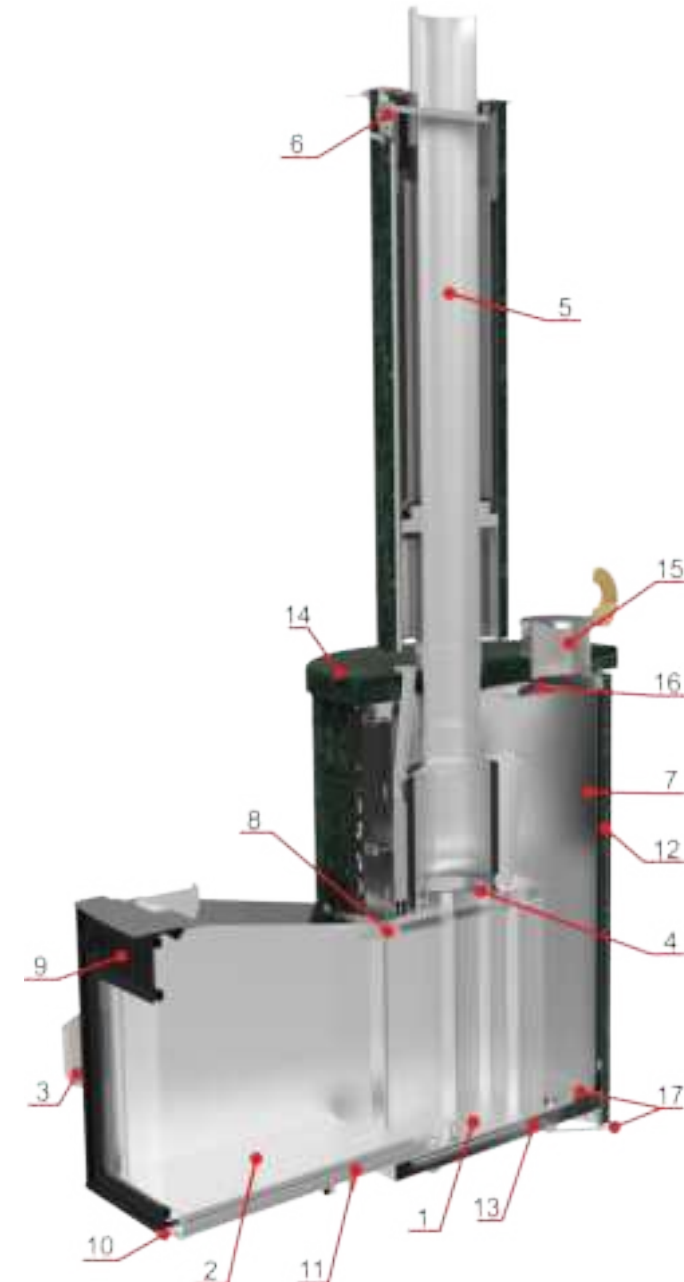

Рисунок 5.1. Принципиальная схемы.
**5.1.** Печь для русской бани (рис. 5.1) включает следующие основные элементы: топка (1), тоннель (2), дверца (3), выходной патрубок (4), дымоотводящий канал (5) с шибером (6) и закрытая емкость (7) для камней. В топке (1) смонтирован дымовой зуб-завихритель пламени (8). Основной воздухозаборник (9) с регулируемой заслонкой расположен в верхней части дверцы (3), над экраном, выполненном из прозрачной керамики (стеклокерамика). Нижний воздухозаборник (10) с регулируемой заслонкой установлен внизу тоннеля (2). Там же смонтирован воздушный канал (11). Топка (1) и каменка (7) имеют общий защитный декоративный кожух (12), состоящую из ламелей и каменной столешницы. Подача воздуха в зону горения и регулирование интенсивности горения осуществляются через основной (9) и дополнительный (10) воздухозаборники. Шибер (6) предназначен для перекрытия дымового канала в неработающей печи. Во время монтажа печи подвижную часть тоннеля фиксируют в стене и герметизируют. Емкость (7) для камней выполнена в виде цилиндра, установленного на нижнее основание (14) топки (1). Крышка (14) – каменная столешница, состоит из двух симметричных частей для установки дымоотвода (5) и воронки (15). Опорная пластина с встроенным устройством распределения (16) служит для подачи и равномерного распределения воды на камни. С внешней стороны цилиндр (7) имеет две консольных обечайки (вверху и внизу) для монтажа облицовки (12) (ламелей). Ламели – это каменные полосы сечением 20x40 мм в металлическом бандаже имеют специальные кронштейны для монтажа на емкость (7) предназначенную под закладку камней. В нижней части емкости для камней выполнено вентиляционное отверстие (17) с регулируемой заслонкой. Воронку (15) устанавливают в посадочное место на крышке (14).